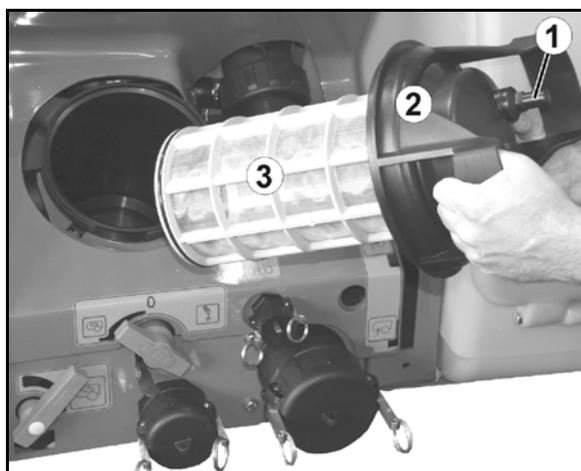

Рис. 148
Ежедневно очищайте всасывающий фильтр (Рис. 148) после очистки полевого опрыскивателя.
1. Освободите крышку всасывающего фильтра (Рис. 148/2).
2. Снимите крышку и фильтр (Рис. 148/3) и очистите их водой.